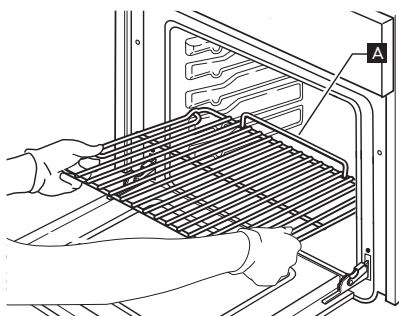

Fig. 1
1. Insérez la grille horizontalement, avec la partie rehaussée « A » orientée vers le haut (fig. 1).